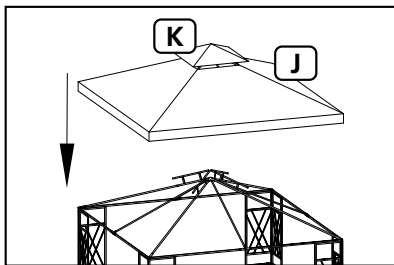

Fig. 10
Coloque el toldo pequeño (K) sobre las varillas superiores de las varillas de dos niveles del toldo (H). Abra y extienda el toldo principal (J) sobre las varillas de esquina del toldo (C) y las varillas centrales del toldo (D), vea la Fig. 10. Hale las esquinas del toldo principal (J) sobre cada esquina del armazón. **Tenga en cuenta que será difícil colocar la cuarta y última esquina del toldo sobre el armazón, ya que el toldo debe estar tenso cuando se completa el montaje.**